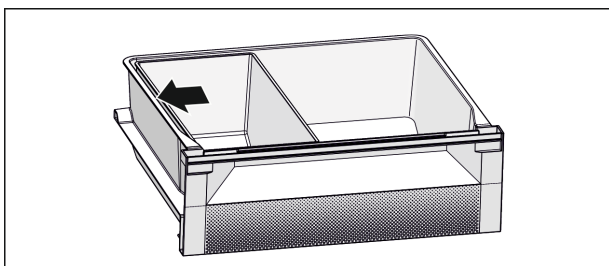

Fig. 7
- ▶ Voor een optimale koelfunctie: Fish & Seafood-schaal volgens de afbeelding (zie Fig. 7) plaatsen.